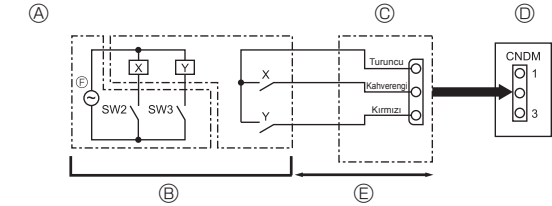

Fig. 9-2
9.2. İstek fonksiyonu (yerinde değişiklik) (Fig. 9-2) (sadece klimalar için)